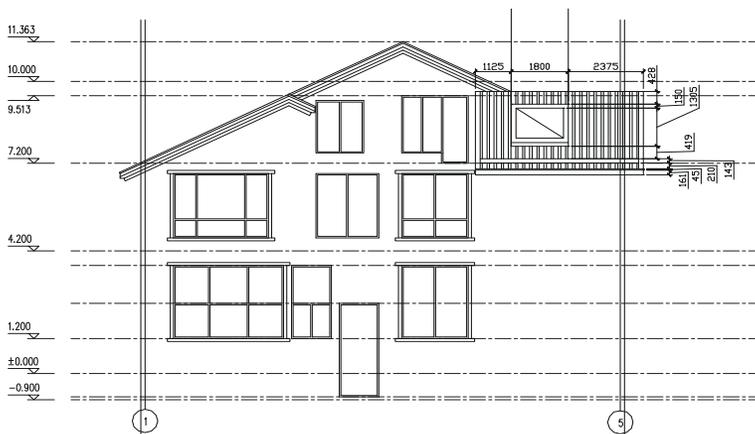
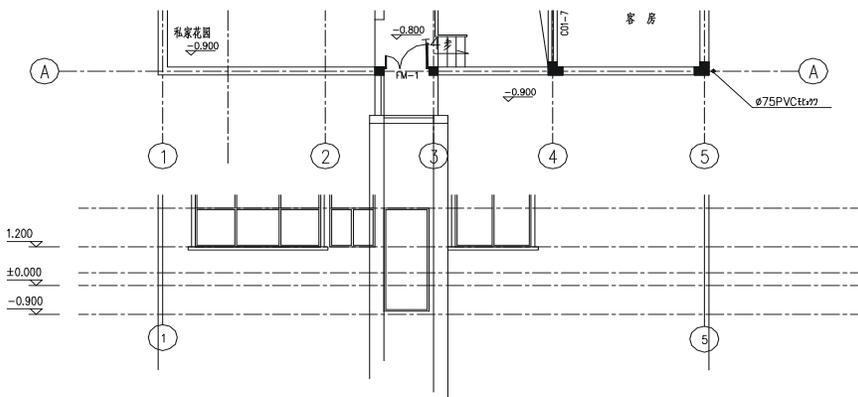

图 10-1-14
图 10-1-15
- STEP 13** 删除绘制的辅助线，使用偏移命令 OFFSET 将瓦檐基线向下依次偏移 50、150、250、350 并将端口用折线封闭，再参照前面绘制屋顶平面图时绘制瓦面的方法绘制出该立面右边的瓦面，如图 10-1-14 所示。
- STEP 14** 将如图 10-1-14 所示的立面图对齐一层平面图，使用绘制直线命令 LINE 引出竖直的辅助线，并使用偏移命令 OFFSET 将  $\pm 0.000$  的楼层标高线向上偏移 1300，如图 10-1-15 所示。